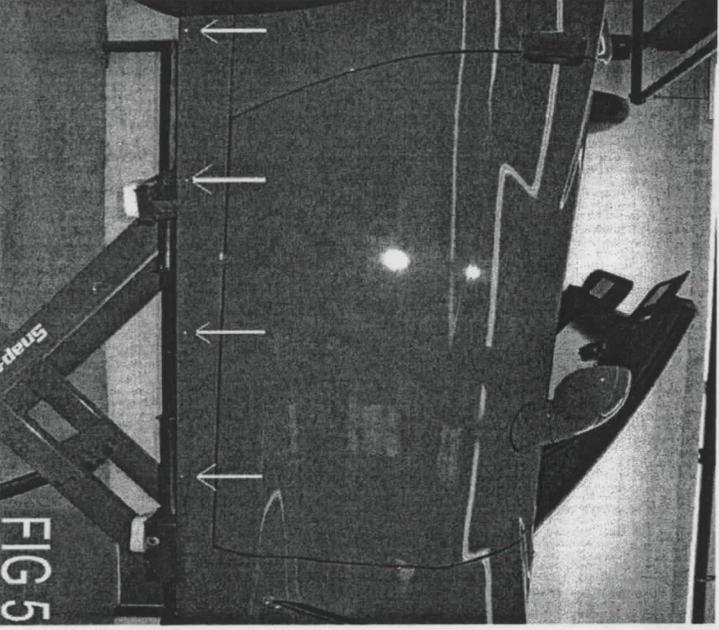

FIG 5
6. REMOVE THE SIDE SKIRT. USING A 5/32 DRILL BIT, DRILL THE FACTORY ROCKER AT THE 7 HOLE LOCATIONS MARKED IN STEP 5. **(FIG.5)**